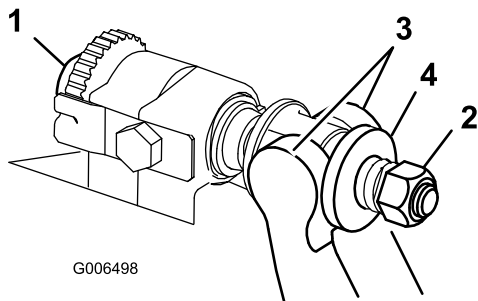

図 19
1. ベッド・バー調整ネジ (図 19) を左に回してベッドナイフとリールの接触をなくす。
2. スプリング・テンション・ナットをゆるめて、ワッシャがベッドバーを全く押さないようにする (図 19)。